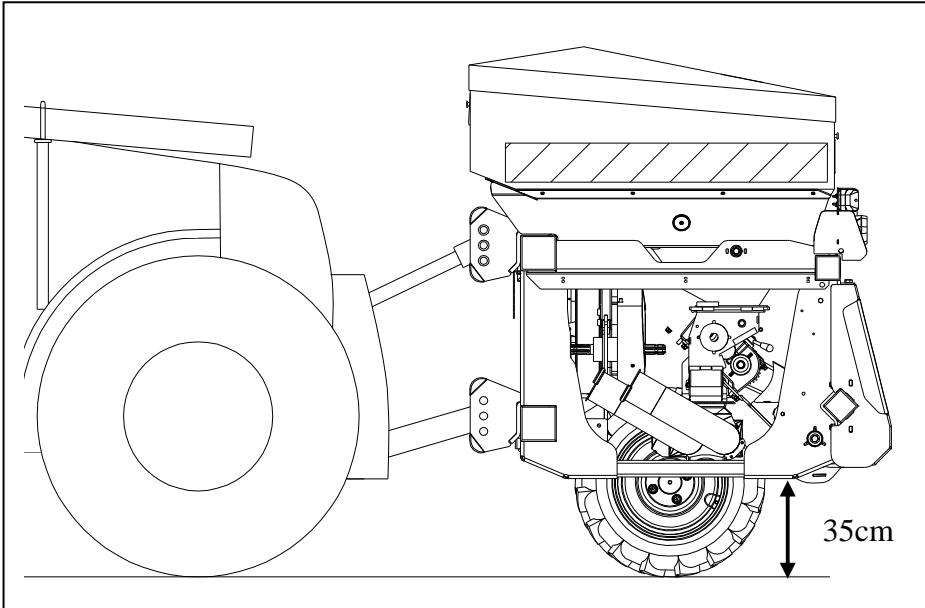

Fig. 1
- Pour se mettre en position travail, le châssis étant à environ 35 cm du sol (fig. 1), actionner le distributeur hydraulique afin de libérer le vérin simple effet, un ressort sortira la tige de celui-ci afin que le bloc roue garde la totalité de sa course pour un bon entraînement en toutes circonstances.
Om de werkstand te verkrijgen - het frame is ongeveer 35 cm van de bodem (fig. 1) -, de hydraulische verdeler activeren om de enkelwerkende cilinder vrij te maken. Een veer brengt de stang van de cilinder naar buiten zodat het wielblok zijn hele slag behoudt, voor goede aandrijving in alle omstandigheden.